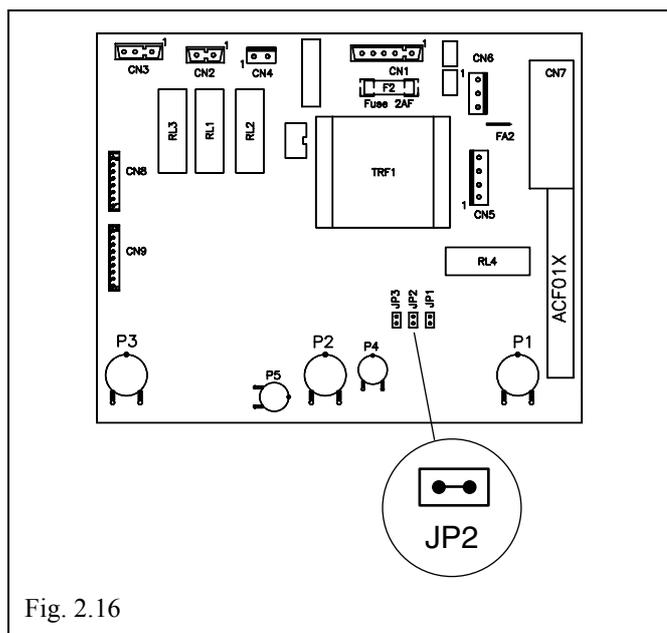

Fig. 2.16
- Aprire il cruscotto della caldaia e togliere il coperchio di protezione collegamenti elettrici che rende accessibili ponticelli e trimmer (FIG. 2.16).
- Inserire un ponticello nella posizione JP2 per l'azzeramento delle temporizzazioni (FIG. 2.16).